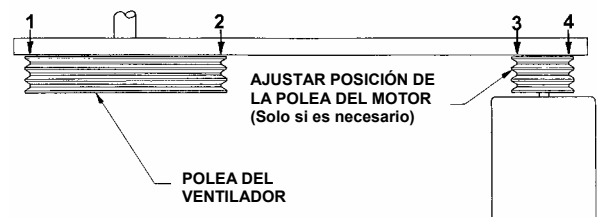

Figura 25 - Comprobación del Alineamiento de Poleas
9. Como comprobación final del alineamiento de poleas, utilizar una regla y asegurar que ésta toca los cuatro puntos de contacto (Ver figura 25). En caso necesario ajustar la posición de la polea del motor.